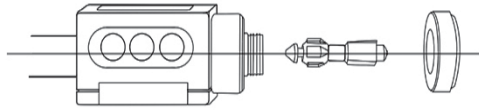

图 7.2
- (1) 拧下支撑环
- (2) 取出冲击体
- (3) 用毛刷清洁导管内部
- (4) 用酒精清洁冲击体
- (5) 装回冲击体 (注意 冲击球头应朝向支撑环的方向如图7.2所示);
- (6) 拧上支撑环。